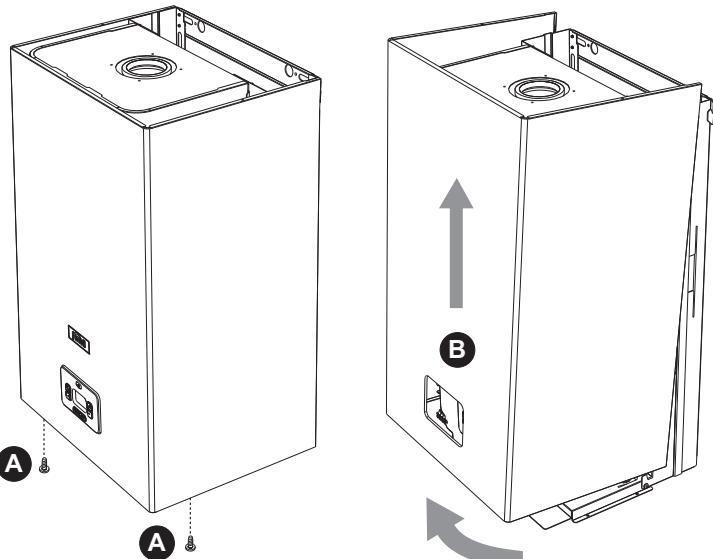

fig. 28- Apertura del panel frontal
1. Desenrosque los tornillos A (fig. 28).